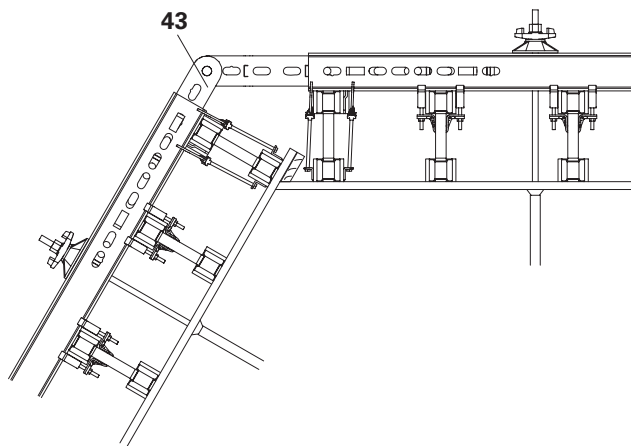

Fig. C2.02
- Avec de grandes épaisseurs de voiles, dans la construction de ponts par ex. (Fig. C2.02)